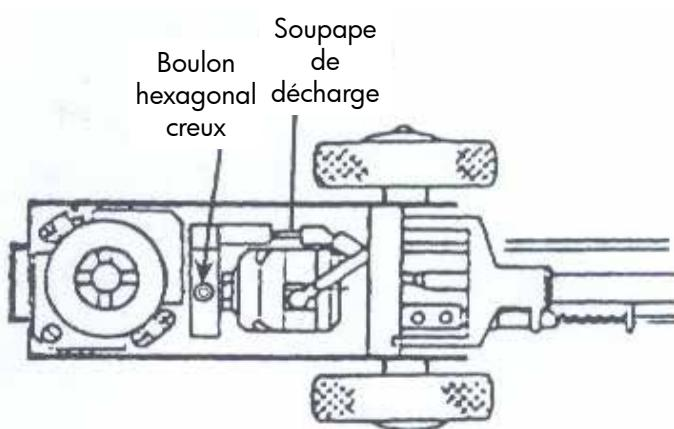

Figure 1
2. Desserrez le boulon hexagonal d'un demi-tour. Voir fig. 1